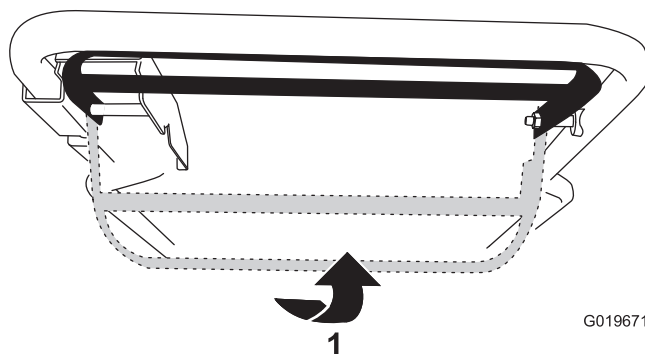

Figure 16
- **Pour utiliser la commande d'autopropulsion sans engager la lame :** Serrez la barre de commande de la lame contre le guidon (Figure 16).